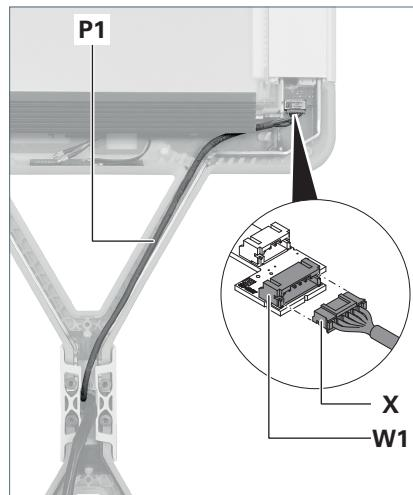

Fig. 10: Steuerleitung anschließen.
- ▶ Legen Sie die Steuerleitung **P1** aus dem Standrohr in den Tragarm des Leuchtenkopfs 1, siehe Fig. 10.